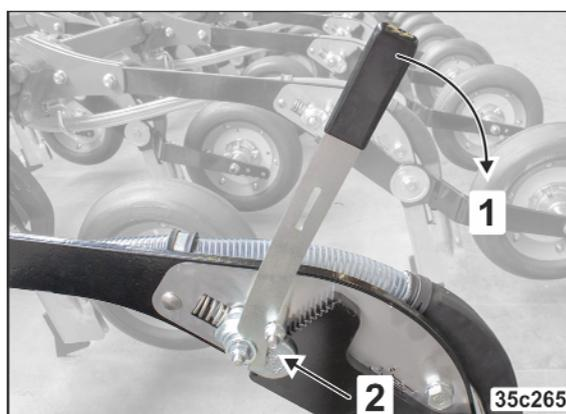

Рис. 176
3. Разблокируйте приспособление для регулировки при помощи инструмента (Рис. 176/1/2)